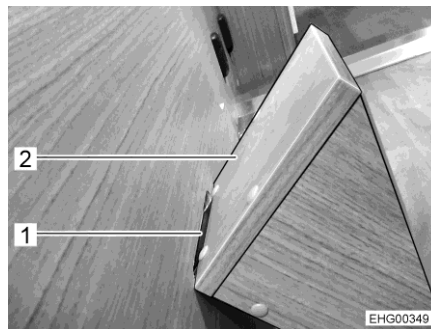
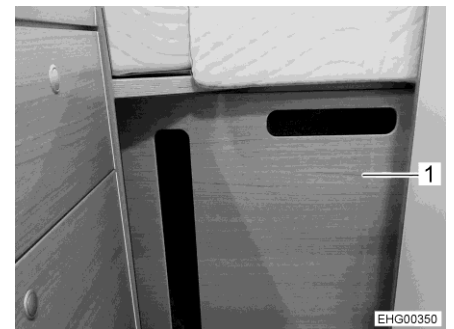

Bild 40 Tritt-Element
Bild 41 Zwischenwand mit Tritt-Element
- Tritt-Element (Bild 40,2) in den unteren Ausschnitt (Bild 40,1) der Zwischenwand (Bild 41,1) einhängen.
- Zwischenwand (Bild 41,1) zwischen den Längsheckbetten einsetzen. Dazu die Zwischenwand in zweiter Position (von der Küchenzeile aus gesehen) einhängen.